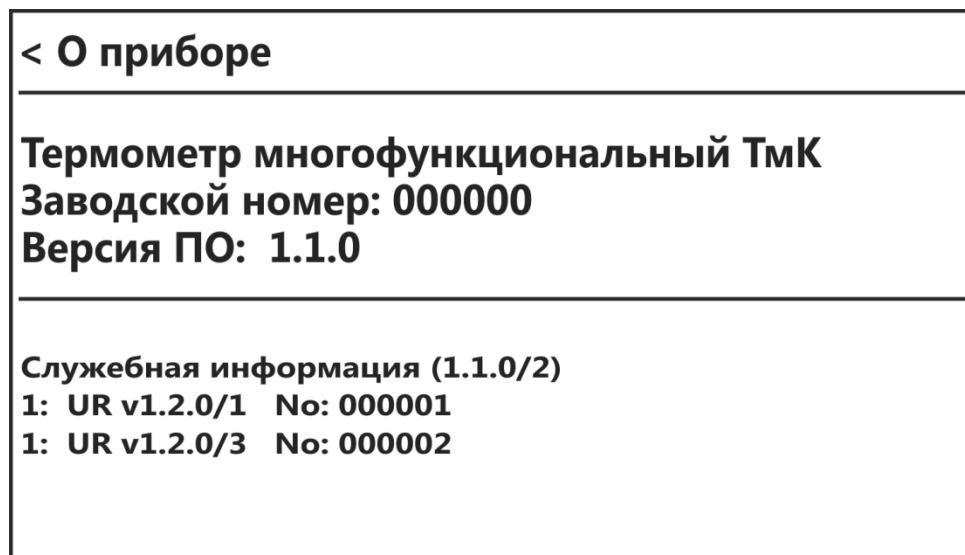

Рисунок 22 — Информация о приборе
4.23.1 Для получения информации о приборе нажать **Меню ⇒ О приборе**, при этом на дисплее отображается окно (рисунок 22) с заводским номером и версией встроенного программного обеспечения (ПО) термометра.